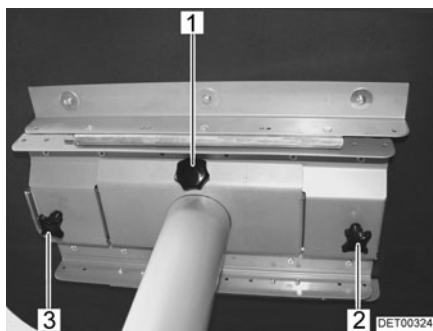

Fig. 69 Mesa fija (vista de abajo)
- Soltar los tornillos de fijación (Fig. 69,2 y 3).
- Desenroscar el tornillo de fijación (Fig. 69,1) completamente.
- Aflojar los tornillos moleteados (Fig. 69,2 y 3).